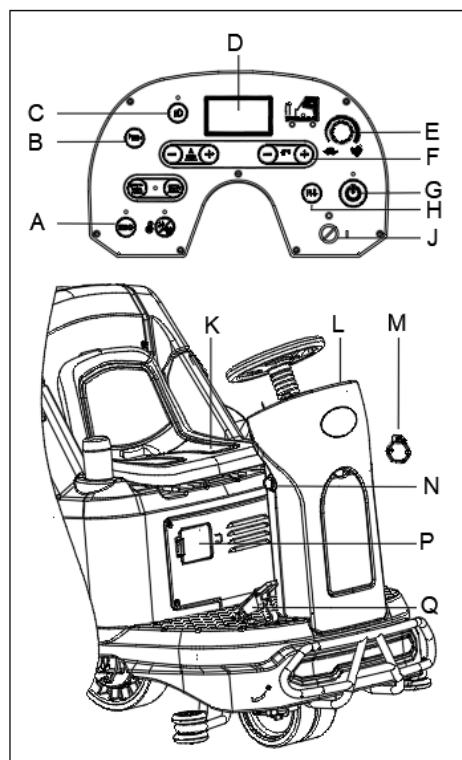

Figura 13
2. Așezați-vă pe scaun (K, Figura 13), introduceți cheia de contact (J, Figura 13) și rotiți-o în poziția "I". Verificați starea bateriilor pe afișaj. Dacă este necesar, încărcați bateriile complet (consultați procedura de la capitolul Întreținere).
Direcția înainte/înapoi poate fi controlată cu ajutorul comutatorului (H, Figura 13). Viteza deplasării înainte poate fi ajustată cu ajutorul (E, Figura 13).
4. Apăsăți butonul pentru pornirea cu un singur buton (G, Figura 13) pentru a porni mașina, racleta și periile sunt coborâte automat pe podea și motorul de aspirare începe să funcționeze.
5. Apăsăți butoanele de control debit soluție (F, Figura 13) după cum este necesar, în funcție de tipul de curățare ce urmează a se executa.
6. Apăsăți pedala de accelerație (Q, Figura 13) și începeți curățarea.
7. Puteți să vă încărcați telefonul sau tableta utilizând portul USB de încărcare (M, Figura 13) când cheia de contact (J, Figura 13) este pe poziția "I".
8. Apăsăți claxonul (B, Figura 13) pentru a avertiza persoanele în caz de necesitate.
9. Dacă este necesar, apăsați butonul de urgență (N, Figura 13) pentru oprirea mașinii în caz de urgență.
10. Dacă este necesar, apăsați butonul luminilor frontale (C, Figura 13) pentru zonele întunecate sau pentru a avertiza pietonii.
11. Dacă este necesar, reglați scaunul (K, Figura 13) rotind mânerul din dreapta scaunului, apoi glisați scaunul în poziția corectă.
Motorul periei, motorul de vid, motorul de acționare și circuitul de control sunt protejate de un protector de suprasarcină (P, Figura 13). Când un protector de suprasarcină se declanșează, nu îl resetați imediat fără a afla cauza principală și asigurați-vă că motorul s-a răcit înainte de resetare.
12. Eliberați pedala de accelerație (Q, Figura 13), mașina se oprește din funcționare.
13. Apăsăți butonul de pornire (G, Figura 13) pentru a opri periile și motorul aspiratorului. Periile și racleta sunt ridicate automat de pe podea. Sistemul de aspirare se oprește după câteva secunde.